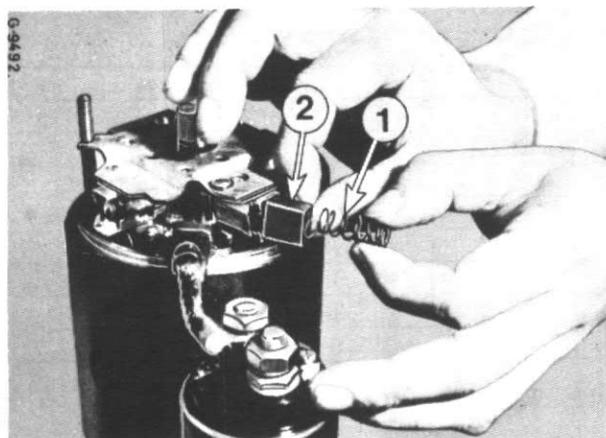

Figure 33
Démontez les balais (2) fig. 33. Pour ce faire, pliez les volets de retenue des ressorts hélicoïdaux (1).